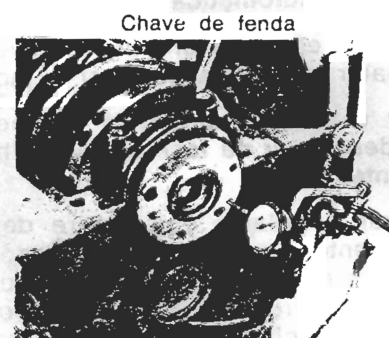

fig. 4
- 2 - Instalar um micro-comparador, fazendo o apalpador apoiar-se contra o flange da árvore de manivelas, e a linha de centro do eixo do indicador, ficar paralela à linha de centro da árvore (fig. 4).